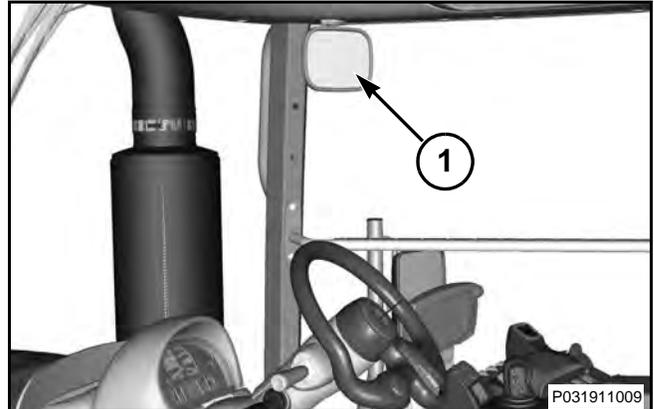

FIG. 48
FIG. 48: El espejo retrovisor interior (1) sirve para observar los implementos mientras se opera la máquina y está situado en el poste delantero derecho de la cabina.